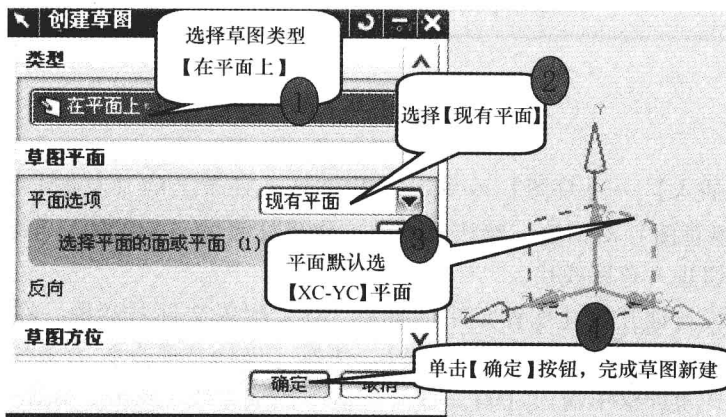

图 1-6 【创建草图】对话框
(3) 选择【插入】→【草图】或单击【特征】工具条上的【草图】图标，弹出如图 1-6 所示【创建草图】对话框，默认以当前工作坐标系的【XC-YC】平面作为草图平面，单击【确定】按钮进入草图模块。